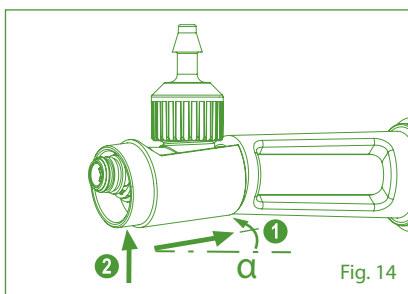

Fig. 14
2. Inserire il manicotto nero con un piccolo angolo ① e spingerlo fino a battuta ② (Fig. 14).
2. Insira a proteção preta com um pequeno ângulo ① e empurre até o encosto ② (Fig. 14).